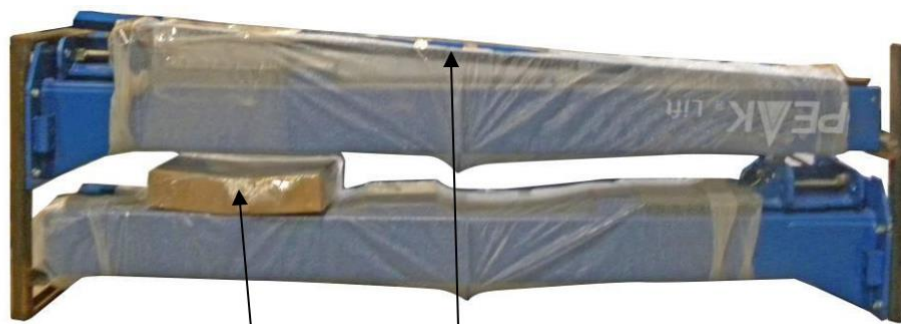

**Рис. 6**
1. 1. Подъемник и гидростанция в упаковке (См. рис. 6).